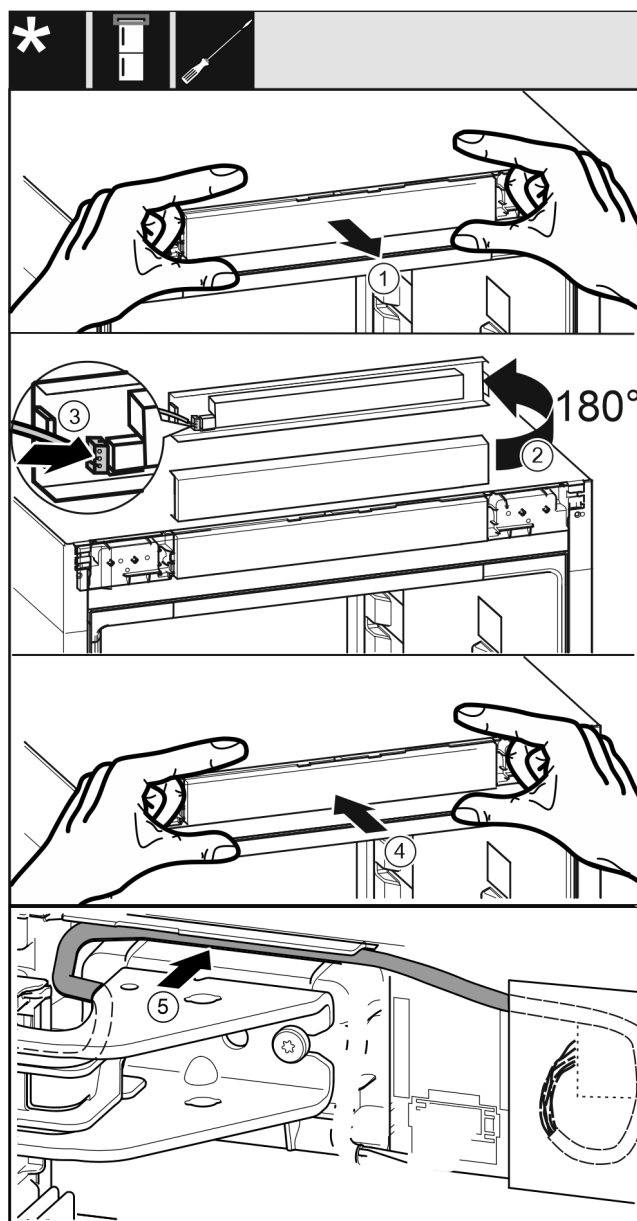

Fig. 61
- Wyjąć ostrożnie zaślepkę panelu obsługowego Fig. 61 [1].
- Obrócić zaślepkę panelu obsługowego Fig. 61 [2] o 180° do góry.
- Podłączyć wtyczkę Fig. 61 [3] do zaślepki panelu obsługowego.
- Zaczepić z powrotem zaślepkę panelu obsługowego Fig. 61 [4] w urządzeniu.
- Ułożyć ostrożnie kabel Fig. 61 [5] w prowadnicy nad górną płytką zawiasu.